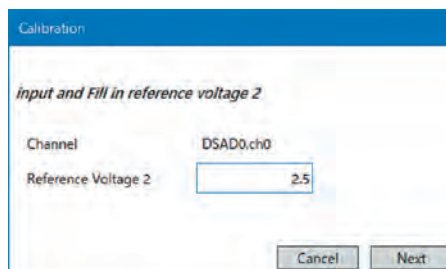

Рис. 7. Установка второго значения опорного напряжения
4. После получения значения A/D value acquisition ввести опорное напряжение 2,5 В и нажать кнопку **Next** (рис. 7).